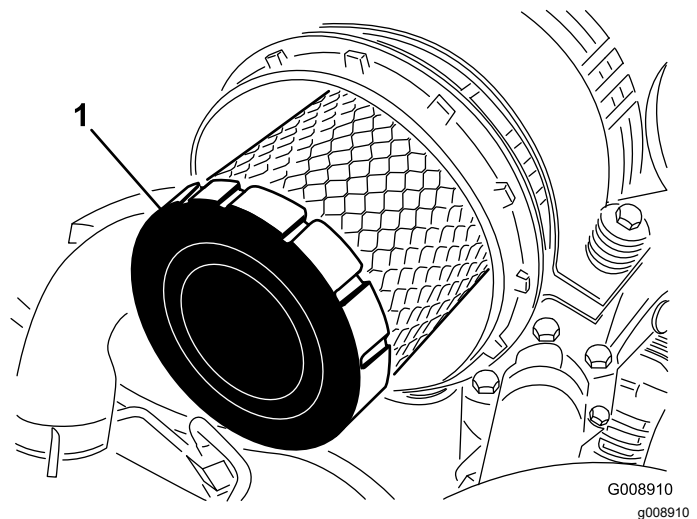

Bild 91
4. Entfernen Sie den Hauptfilter (Bild 91).